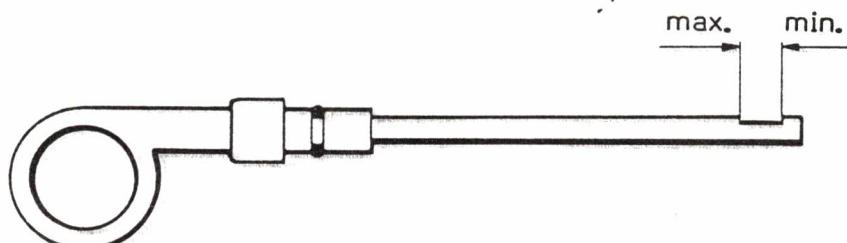

Bild 3 Ölmeßstab, Verdichterblock
- Ölstand mit dem Ölmeßstab prüfen (Bild 3).